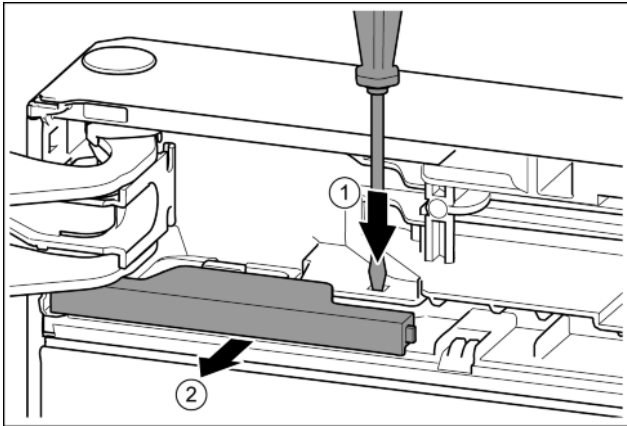

Fig. 11
- ▶ Nyomja a fedőlemez csavarhúzóval. Fig. 11 (1)
- ▶ Húzza ki a fedelet a reteszelésből. Fig. 11 (2)